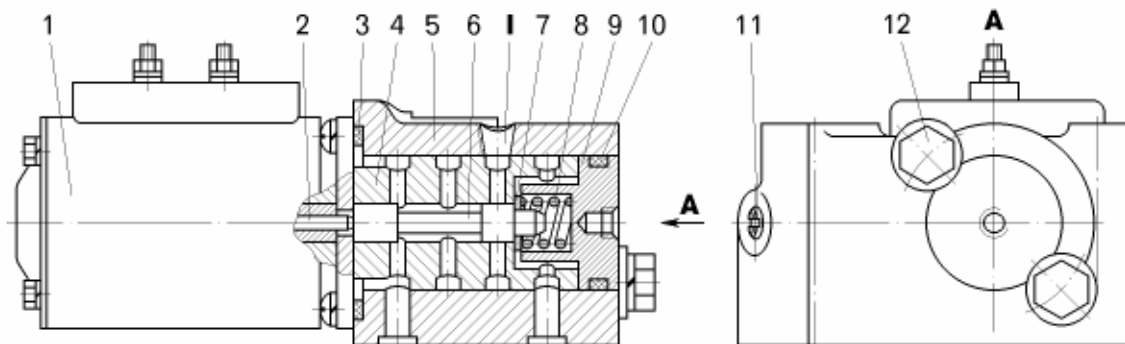

Рисунок 6.21 – Механизм привода управления блокировкой гидротрансформатора:
- отвернуть винты и снять электромагнит 1 (рисунок 6.21), уплотнительное кольцо 3;